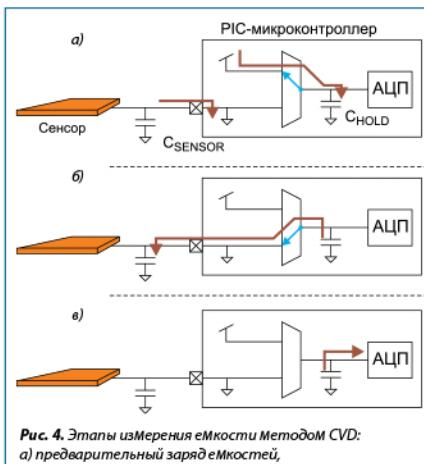
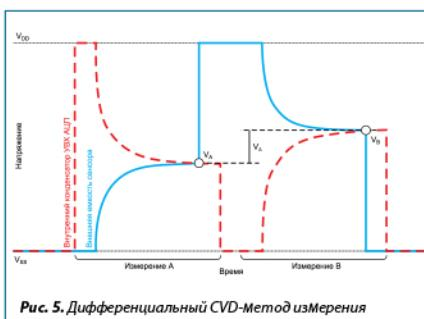

Рис. 4. Этапы измерения емкости методом CVD:
Рис. 5. Дифференциальный CVD-метод измерения
1. Предварительный заряд (рис. 4а). Обе емкости заряжаются до фиксированных разнополярных значений напряжений (C_{HOLD} до V_{DD} , C_{SENSOR} до V_{SS} — вывод МК настроен как выход с уровнем «лог. 0»).
2. Выравнивание зарядов (рис. 4б). АЦП подключается к входу с сенсором, то есть емкость УВХ подключается параллельно с емкостью сенсора. Вывод микроконтроллера с сенсором настраивается как вход.
3. Измерение результирующего напряжения (рис. 4в). При дифференциальном CVD-методе производятся два последовательных измерения: в первом измерении (A) C_{HOLD} изначально заряжен, а C_{SENSOR} разряжен, а во втором измерении (B) наоборот — C_{HOLD} изначально разряжен, а C_{SENSOR} заряжен (рис. 5).